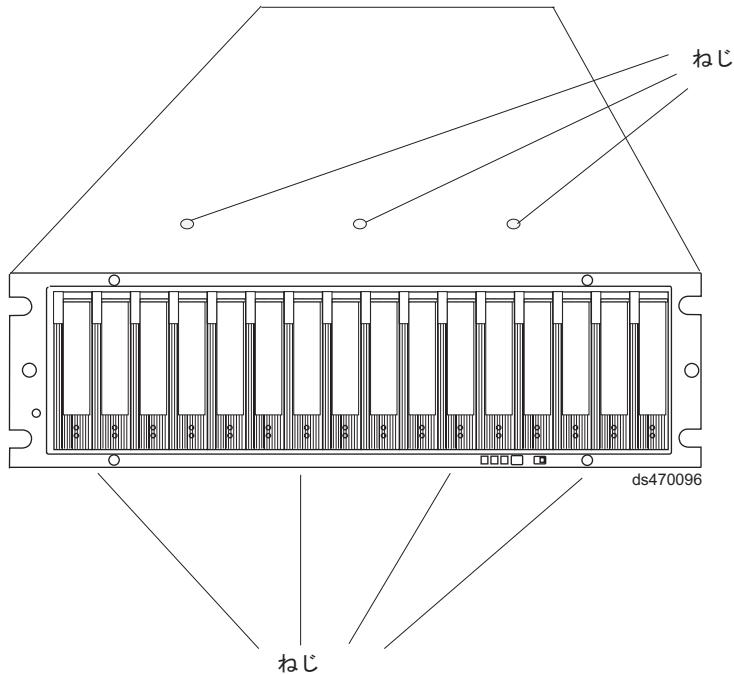

図 87. シャーシの上部および下部をフレームに対して保持するねじ
ラックの前面からシャーシを引き出して、ラックから取り外します。水平面に置きます。 172 ページの図 87 に示すように、シャーシの上部に 3 つ、シャーシの下部に 4 つ並んでいるプラスねじを見つけます。 #1 プラスねじ回しを使用して、この 7 つのプラスねじを外します。ねじを保管します。
17. 図 87 に示すように、前面ケージ・フレームを EXP810 シャーシに対して保持する 7 つのプラスねじ (ステップ 12 (171 ページ) で取り外したもの、上部 3 つ、下部 4 つ) を取り付けます。